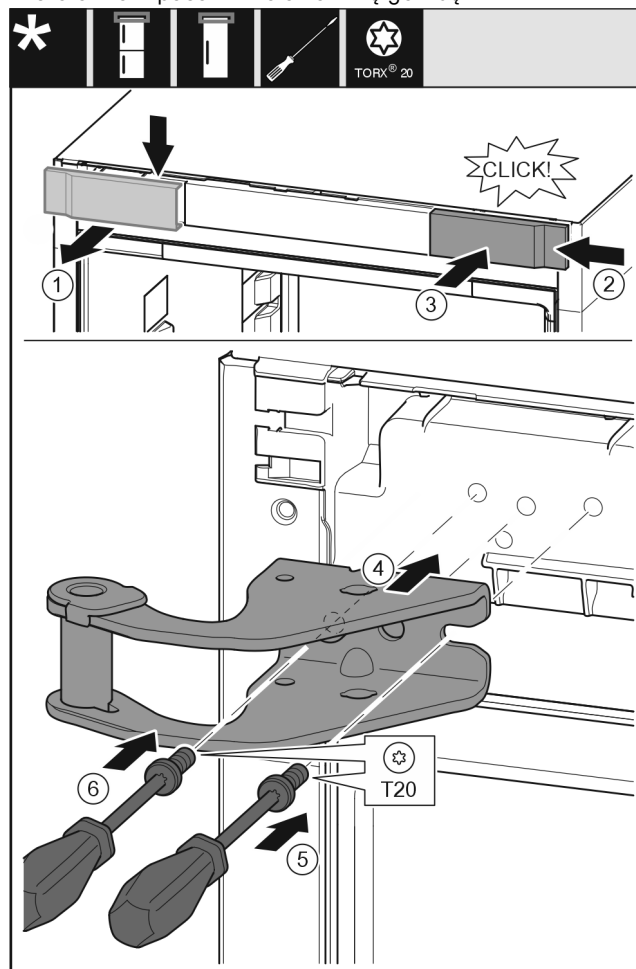

Fig. 11
- ▶ Nuimkite dengiamąją plokštelę Fig. 11 (1) nuo viršaus į priekį.
- ▶ Pasukę 180°, užkabinkite dengiamąją plokštelę Fig. 11 (2) kitoje pusėje, iš dešinės pusės.
- ▶ Užfiksuokite dengiamąją plokštelę Fig. 11 (3).
- ▶ Uždėkite viršutinę atraminę gembę Fig. 11 (4).
- ▶ Įkiškite varžtą Fig. 11 (5) atsuktuvu ir tvirtai prisukite.
- ▶ Įkiškite varžtą Fig. 11 (6) atsuktuvu ir tvirtai prisukite.